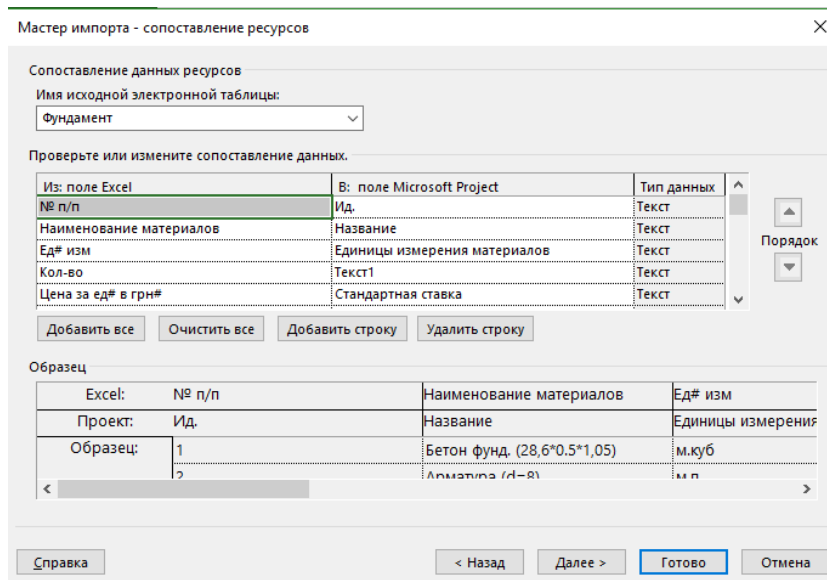

Рисунок 5.18 – Сопоставление полей при мастере импорта
2.4. В окне «Мастер импорта – Сопоставление ресурсов» (см. ниже рисунок 5.18):